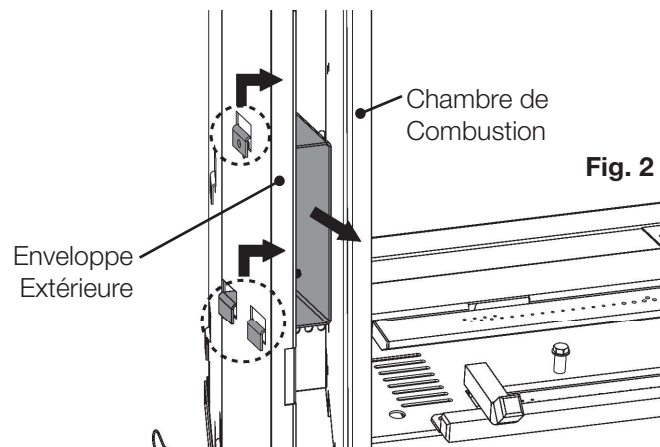

Fig. 2
4. Placez le support et le récepteur à travers l'ouverture entre le chambre de combustion et l'enveloppe extérieure de l'appareil. Faites glisser le support et le récepteur dans et vers le bas des fentes (**Fig. 2 en sens inverse**).